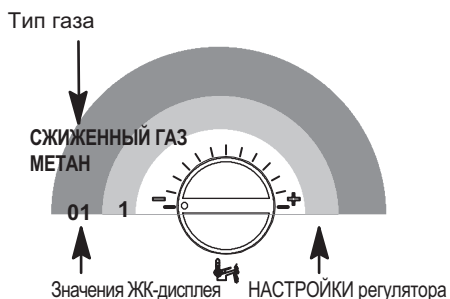

Рисунок 8.11
- Чтобы изменить настройку, поверните регулятор температуры в системе горячего водоснабжения 3 (Рисунок 8.2) и установите его в выбранное положение (см. также Рисунок 8.11).